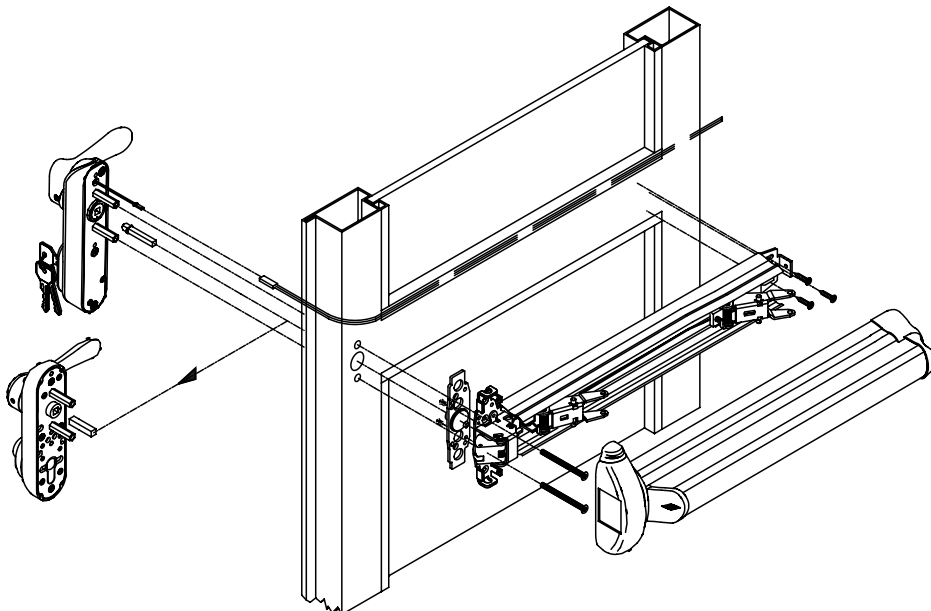
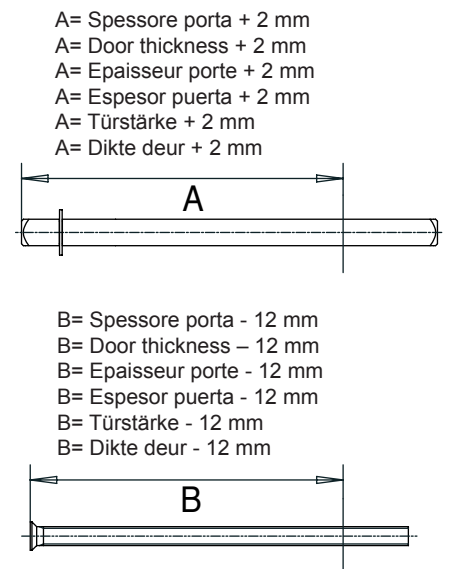

FIG. 6
FIG. 7
IT PREDISPOSIZIONE DELLA PORTA TAGLIAFUOCO PER IL MONTAGGIO CON MANIGLIONE AD APPLICARE CON ELETTROMANIGLIA art. 1.07074.80.0 (Fig. 6 - Fig. 7)
- 3B. tagliare quadri e viti secondo le dimensioni indicate in fig. 7;
FR PREPARATION DE LA PORTE COUPE-FEU POUR LE MONTAGE DE LA BARRE ANTIPANIQUE A APPLIQUER DOTEE D'UN DISPOSITIF ELECTRIQUE art. 1.07074.80.0 (Fig. 6 - Fig. 7)
- 3B. couper tableaux et vis en respectant les dimensions indiquées sur la fig. 7 ;
DE VORBEREITUNG DER BRANDSCHUTZTÜR FÜR DIE MONTAGE EINER BETÄTIGUNGSSTANGE IN AUFSETZAUSFÜHRUNG MIT ELEKTRODRÜCKER Art. 1.07074.80.0 (Abb. 6. - Abb. 7)
- 3B. Die Vierkantstäbe und die Schrauben auf die in Abb. 7 angegebenen Maße ablängen;
EN PRE-SETTING A FIRE DOOR FOR INSTALLATION OF A RIM VERSION PANIC EXIT DEVICE WITH ELECTRIC HANDLE item 1.07074.80.0 (Fig. 6- Fig. 7)
ES PREPARACIÓN DE LA PUERTA CORTAFUEGOS PARA EL MONTAJE CON BARRA APLICADA CON ELECTROMANILLA Art. 1.07074.80.0 (Fig. 6 - Fig. 7)
- 3B. Corte los cuadrados y tornillos según las dimensiones indicadas en la Fig. 7;
NL VOORBEREIDING VAN DE BRANDDEUR OP MONTAGE VAN ELEKTRISCHE HANDGREEP VOOR MONTAGE art. 1.07074.80.0 (Fig. 6 - Fig. 7)
- 3B. snijd vierkantstiften en schroeven op de afmetingen die staan aangegeven in fig.7;